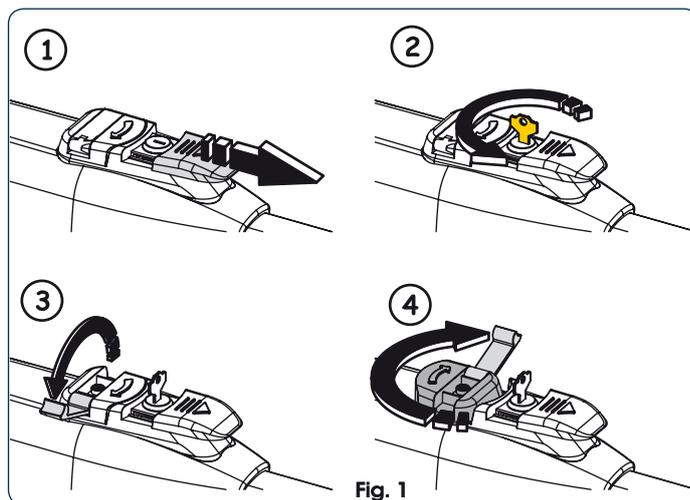

Fig. 1
2. Faire coulisser le capuchon de protection, Fig. 1 - ①.
3. Introduire la clé et la tourner de 90°, Fig. 1 - ②.
4. Soulever le levier de manœuvre, Fig. 1 - ③.
5. Pour débloquent l'opérateur tourner de 180° le levier de manœuvre dans la direction de la flèche présente sur le système de déblocage, Fig. 1 - ④.